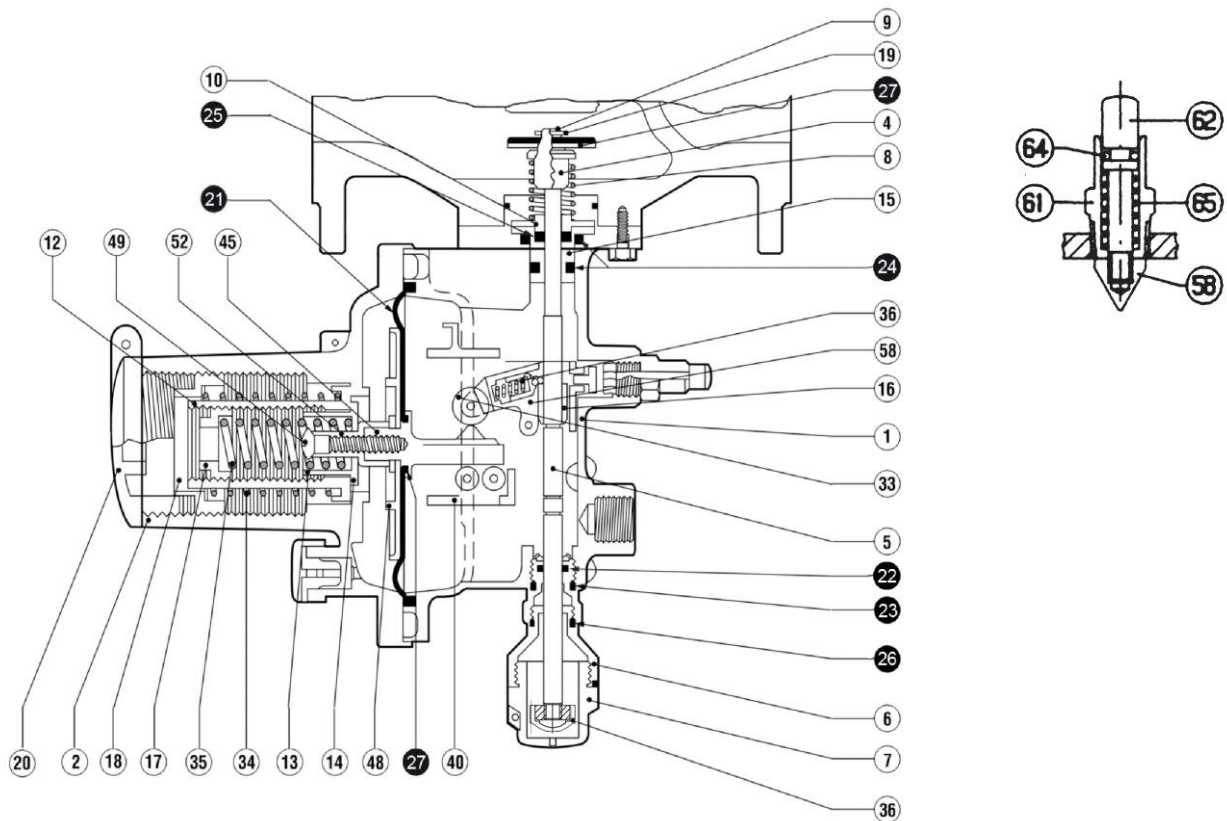

fig. 27
7.5 BLOKKEERKLEP LA/... (fig. 27)